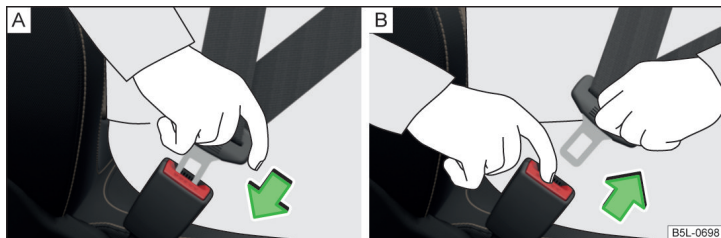

Fig. 6 Fixarea sau desfacerea centurii de siguranță
- Introduceți clema de fixare în catarama aferentă a centurii de siguranță » fig. 6 - [A] până când se fixează cu un declic.
➤ Apăsați tasta de culoare roșie de pe catarama centurii » fig. 6 - [B], lamela de fixare sare afară.